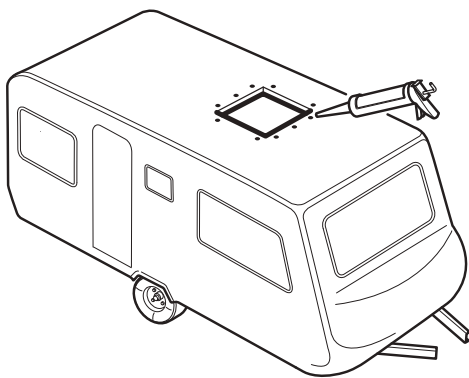

Abb. 8
- Schraubenlöcher mit Karosseriedichtmittel ausfüllen (Abb. 8).